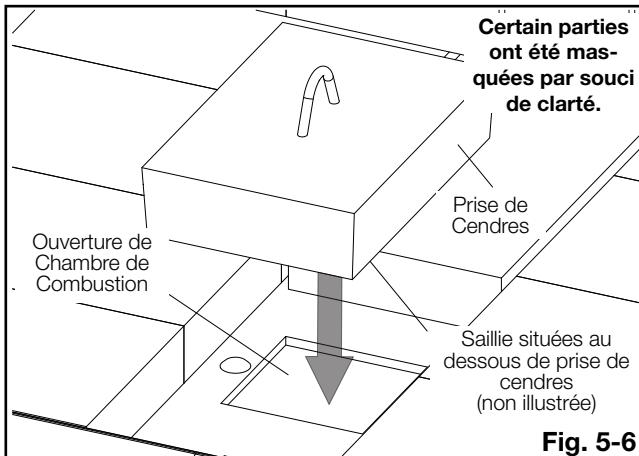

Fig. 5-6
- Lors la zone autour de l'ouverture a été nettoyée, placez la prise de cendres nouvelle (fournie) sur l'ouverture. Assurez-vous que les saillies de la prise de cendres est encastrés dans l'ouverture au bas de la chambre de combustion (**Fig. 5-6**).